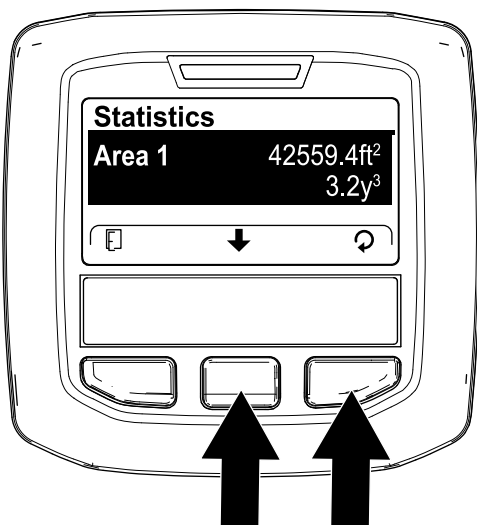

Figure 106
1. Dans l'écran STATISTICS (statistiques), appuyez sur le bouton central de l'InfoCenter jusqu'à ce que l'option AREA 1 (zone 1) soit sélectionnée (Figure 106).